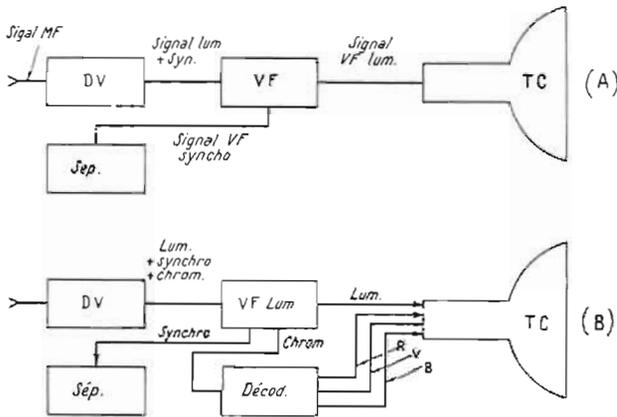

Fig. 2
Le signal VF obtenu à la sortie du détecteur vision DV contient deux ou trois sortes d'informations selon qu'il est de TV noir et blanc ou de TVC. La figure 2 permet de voir d'une manière plus détaillée l'avancement du signal TV depuis sa sortie du détecteur jusqu'à son application sur les électrodes du tube cathodique.
Considérons d'abord la figure 2 (A) qui représente le circuit VF des téléviseurs pour noir et blanc.
Dans le cas de la TVC (couleur), la partie VF est plus compliquée comme le montre la figure 2 (B).